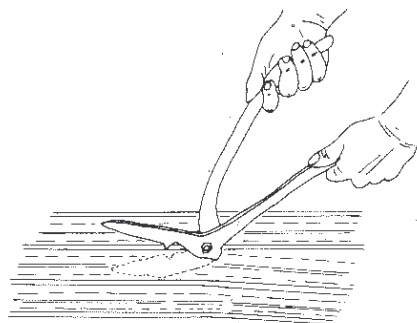

fig. 3
2. Les coupes longitudinales seront faites à l'aide d'une cisaille (fig. 3).